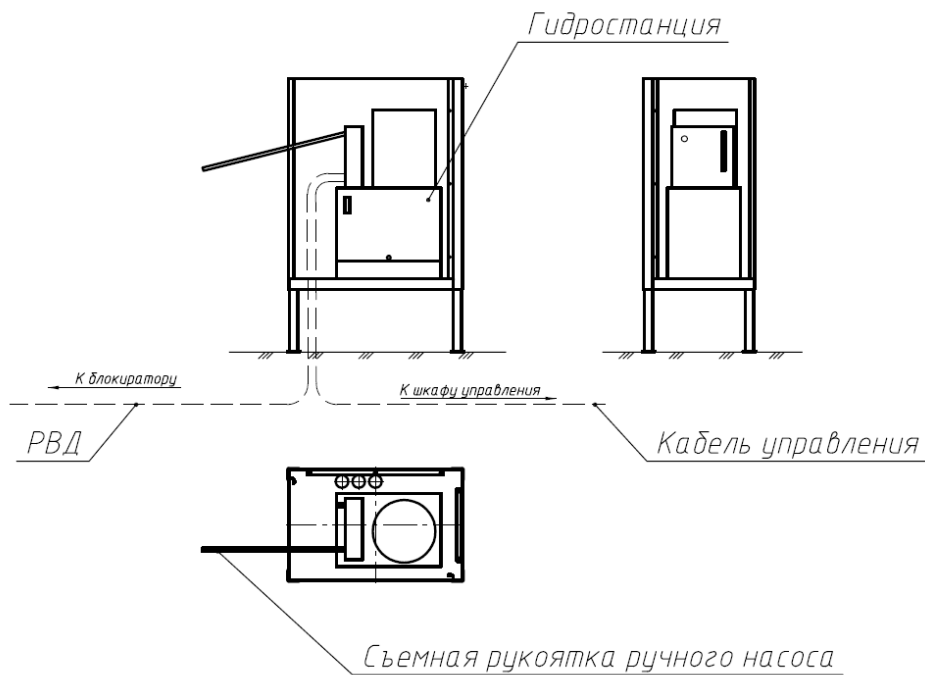
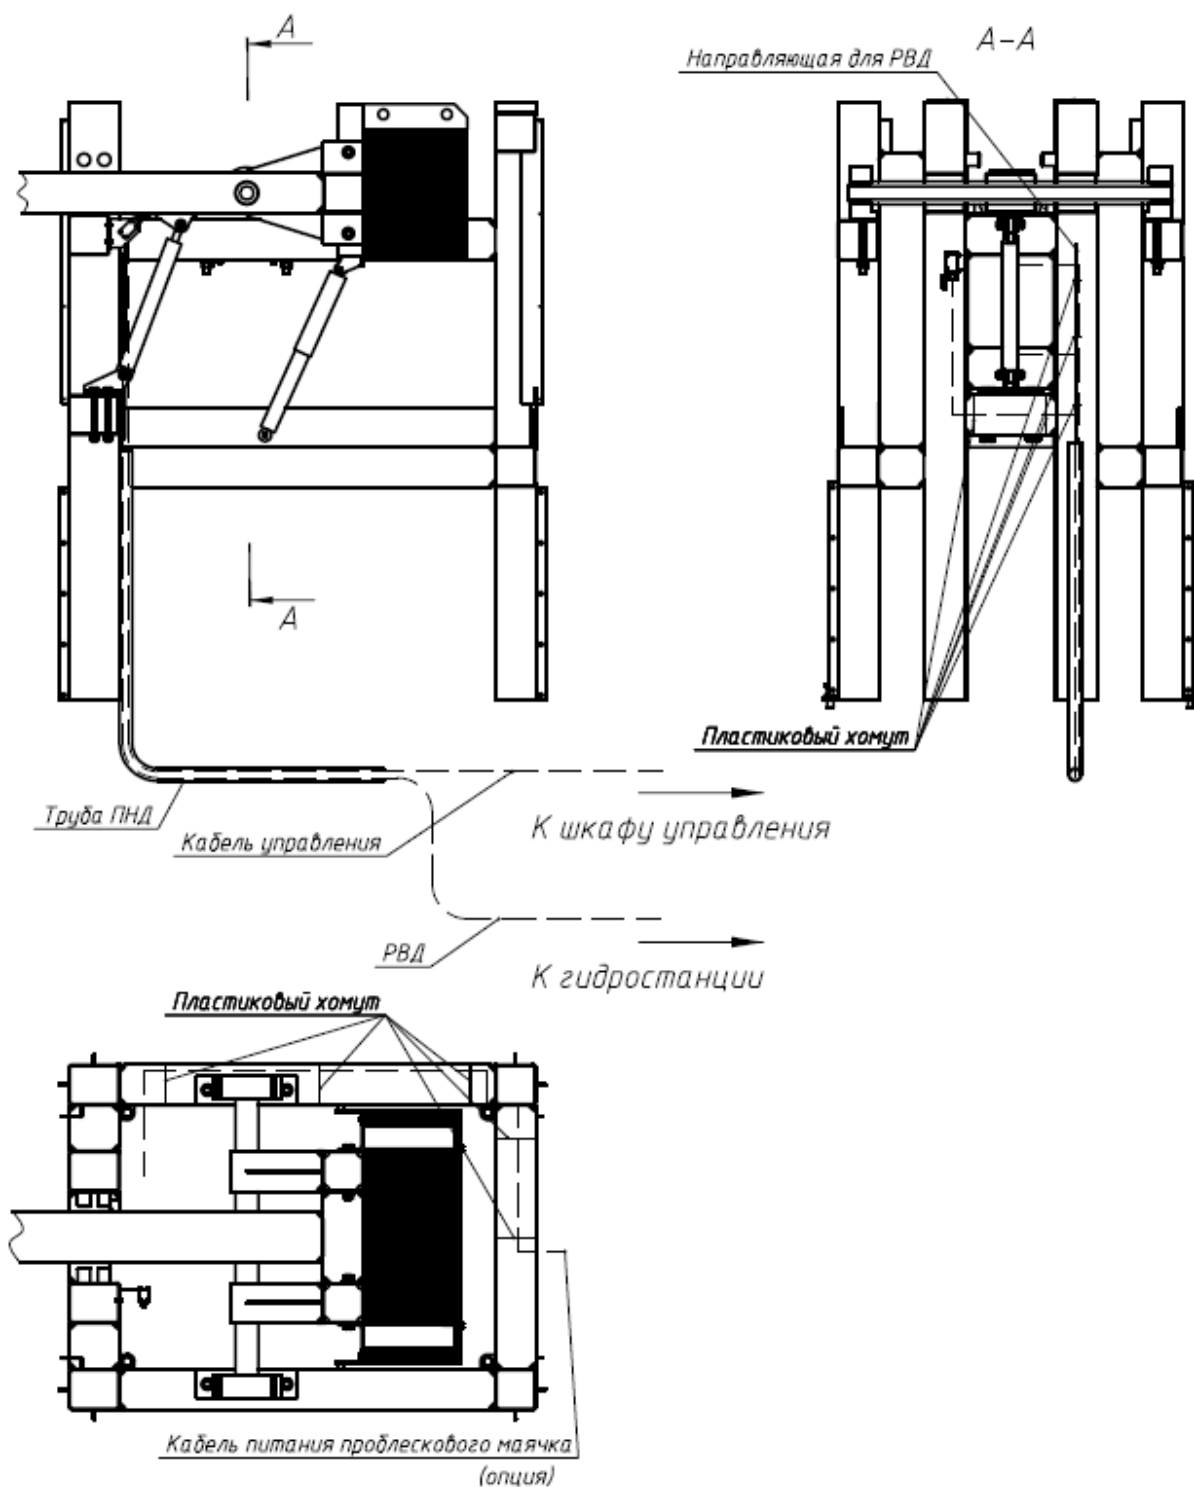

Рисунок 10
Рисунок 11
1.1.11 Проложить электрические кабели от шлагбаума и гидростанции к шкафу управления (рис. 10; рис. 11) и подключить их в соответствии с маркировкой. Электрические кабели укладывать в трубу ПНД $\varnothing 50-100$ мм (в зависимости от номенклатуры кабелей в комплектации). В местах ввода электрических кабелей в трубы обеспечить отсутствие и попадание влаги при монтаже и при дальнейшей эксплуатации.
1.1.12 Проложить РВД от шлагбаума к гидростанции (рис.11) и подключить их в соответствии с схемой гидравлической принципиальной.